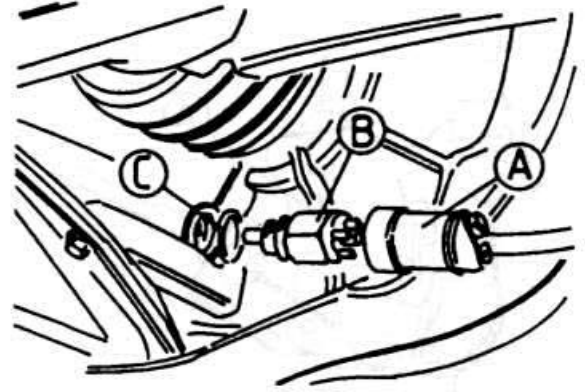

Рис. 3.56
- ◆ Отвинтите выключатель. Ввинтите новый выключатель с новым кольцевым уплотнителем (рис. 3.56).